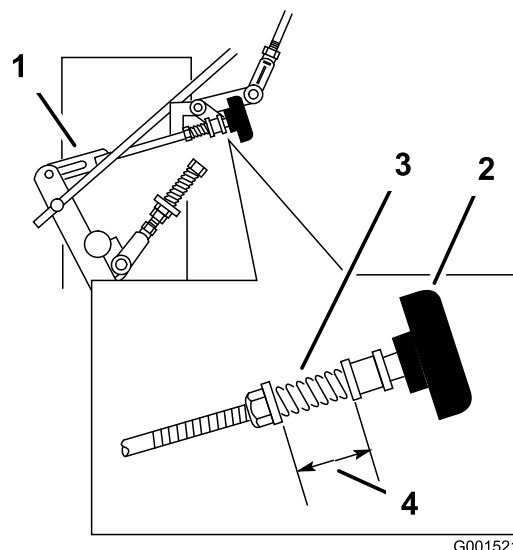

Figura 40
3. Ajuste el acoplamiento del lado derecho girando el mando de ajuste de la dirección en el sentido contrario a las agujas del reloj, hasta que la rueda empiece a girar hacia adelante (Figura 40).
4. Gire el mando en el sentido de las agujas del reloj, 1/4 de vuelta la vez. Luego mueva la palanca de control de la velocidad hacia adelante y hacia atrás a punto muerto. Repita esto hasta que la rueda derecha deje de girar hacia adelante (Figura 40).
6. El muelle que mantiene tensado el mando no suele necesitar ajustes. No obstante, si es necesario ajustarlo, ajuste el muelle hasta que la distancia entre las arandelas sea de 26 mm (1 pulgada) (Figura 40).
7. Ajuste la longitud del muelle girando la tuerca de ajuste del muelle (Figura 40).